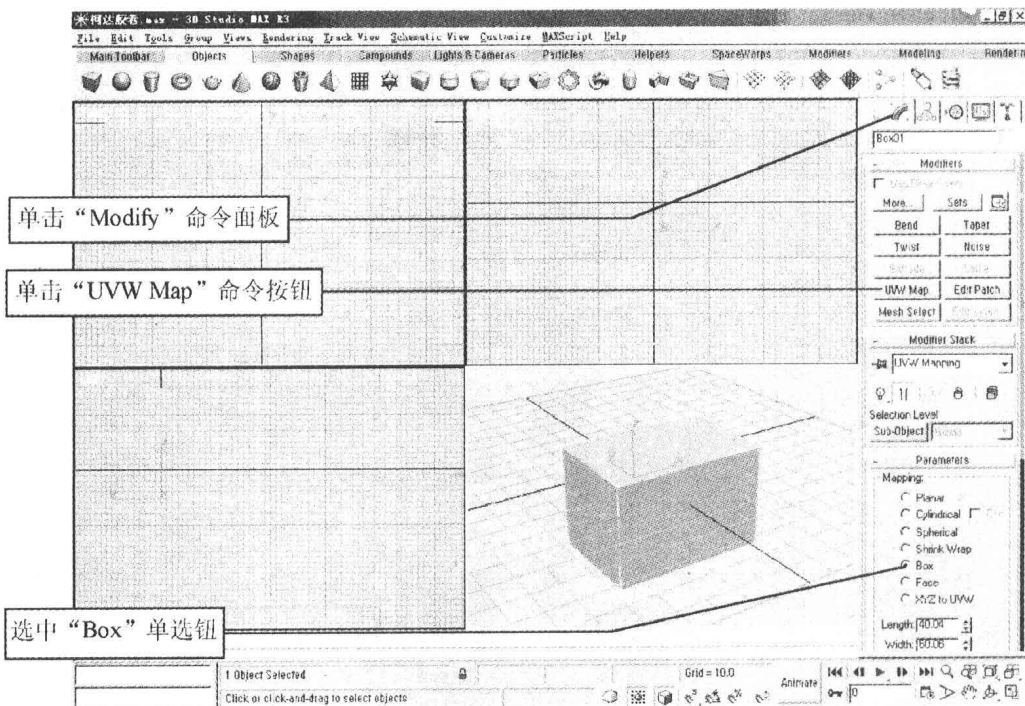

图 1-1-6
(1) 在有贴图材质的物体上首先要设置贴图方式及贴图轴,这样贴图才能以正确的方向和大小贴在物体的表面。单击命令面板中的“Modify”(修改)命令面板,如图1-1-6。在“Modifiers”(修改命令)卷展栏中单击“UVW Map”(贴图坐标)命令按钮。在弹出的“Parameters”(参数)卷展栏中选中“Box”(方盒贴图)单选钮。方盒类型的贴图主要应用于立方体、长方体等方形造型物体,它将对物体的六个面分别进行贴图,并自动调整贴图的大小。这时在视图中可以看到出现了一个紧紧包围着胶卷的棕色长方体贴图轴。